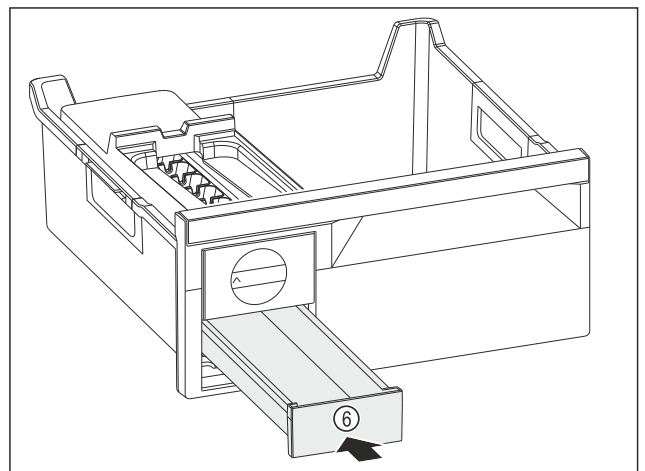

Fig. 65
- ▶ Eiswürfelschubfach Fig. 65 (6) einschieben.